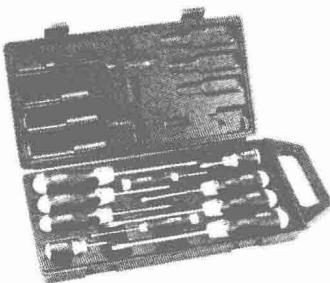
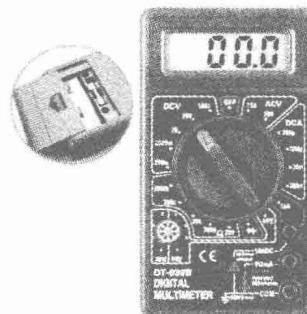

图 1-5 整套螺钉旋具
图 1-6 万用表
(2) 再准备一套笔记本电脑专用的螺钉旋具及一台专门用于测量低电压的万用表, 如图 1-5 和图 1-6 所示。